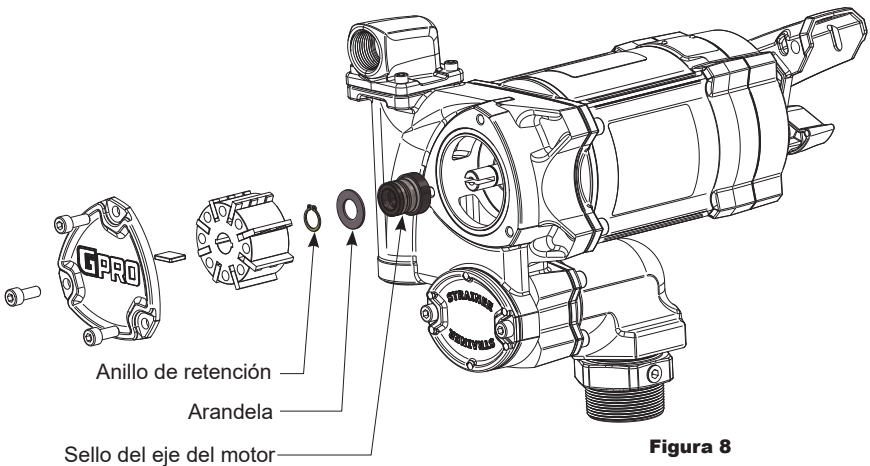

Figura 8
2. Con una llave hexagonal de 6 mm, retire la placa de la tapa (consulte la Figura 8). Retire la junta tórica de la placa de la tapa.
3. Retire la chaveta del eje, el rotor y las paletas. Retire primero las paletas y la chaveta antes de retirar el rotor para evitar que caigan en la entrada de la bomba (consulte la Figura 8).
4. Con unos alicates para anillos elásticos, retire el anillo de retención, teniendo cuidado de no dañar el eje del motor o el orificio de la carcasa (consulte la Figura 8). Retire la arandela y el sello del eje del motor. Deseche estas tres piezas.